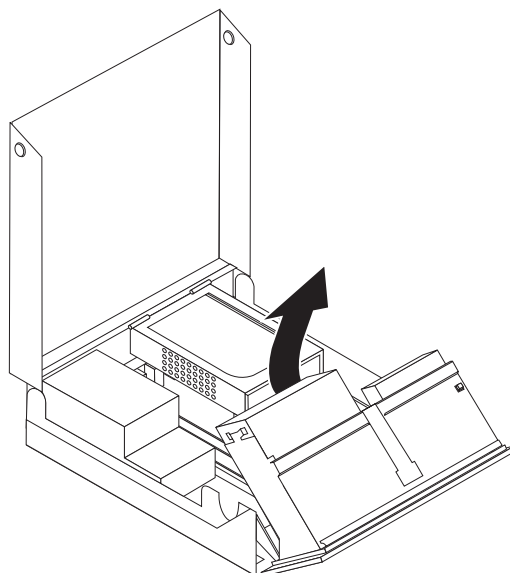

Рисунок 28. Как добраться до дисковода для дискет.
2. Откиньте отсек дисководов, чтобы получить доступ к дисководу для дискет. Смотрите рис. 28 на стр. 34.